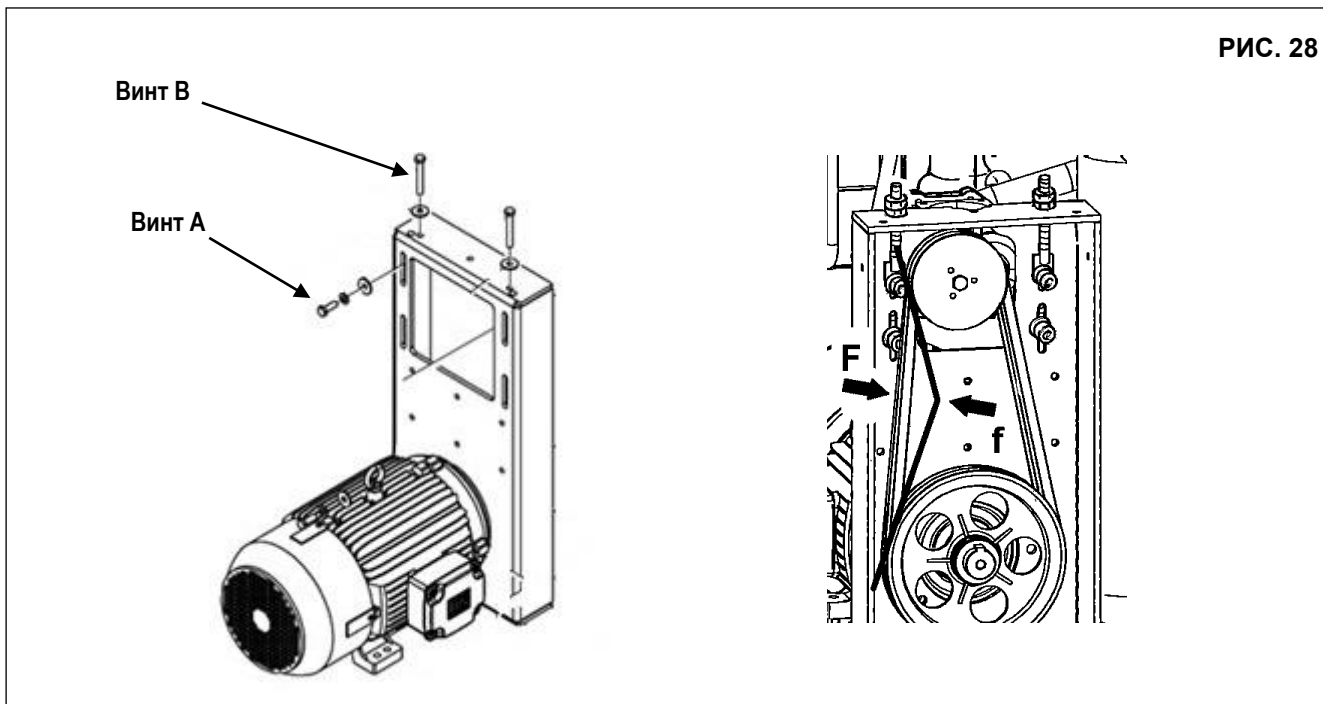

РИС. 28
- Открутите винты А (х4) (Рис. 28).
- Отрегулируйте натяжение ремня, повернув винты В (х2) (Рис. 28)